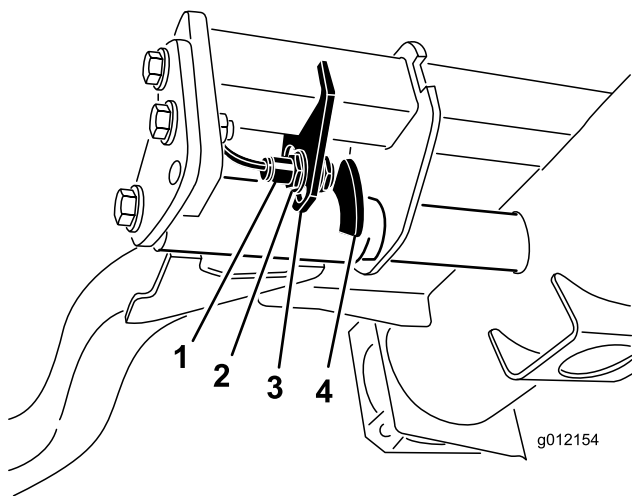

Figura 42
2. O interruptor do braço de elevação encontra-se por baixo do depósito hidráulico por trás do braço de elevação direito dianteiro (Figura 42).
3. Solte a porca de montagem do interruptor (Figura 42) e desloque o interruptor para baixo na ranhura de ajuste para aumentar a altura de viragem do braço de elevação ou desloque o interruptor para cima para diminuir a altura de viragem do braço de elevação. Aperte a porca de montagem.